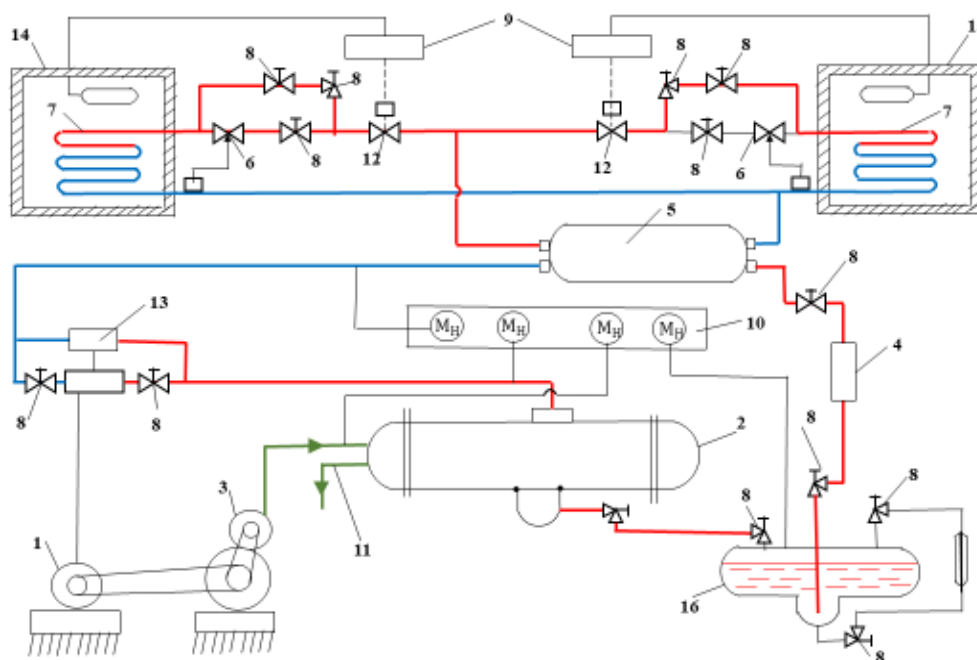

Рис. 2. Схема парокомпрессионной холодильной машины УФП-1
В состав УФП-1 (рис.2) входят: компрессор (1), конденсатор (2), насос охлаждающей воды (3), фильтр осушитель (4), регенеративный теплообменник (5), терморегулирующий вентиль (6), испарительные батареи (7), арматура (8), термореле (9), щит КИП (10), трубопроводы (11), соленоидный вен-